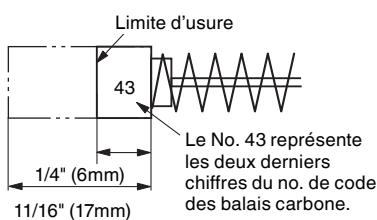
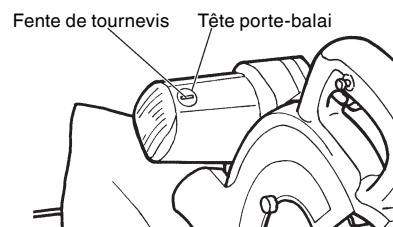

Fig. 54
Fig. 55
- (1) Desserrer l'écrou de 8mm et serrer les deux vis de 8mm hexagonales de réglage jusqu'à ce que l'outil électrique fonctionne régulièrement et sans à-coup.
- (2) Serrer l'écrou de 8mm à fond après avoir terminer ces réglages.
3. Inspecter les balais carbone (Fig. 54 et Fig. 55)
En conséquence, inspecter périodiquement les balais en carbone et les remplacer lorsqu'ils ont atteint la limite d'usure comme indiqué à la Fig. 54.
Par ailleurs, maintenir les balais carbone propres de façon qu'ils glissent régulièrement dans les porte-balai. Les balais carbone sont faciles à retirer ; pour cela, retirer les têtes porte-balai (voir Fig. 55) avec un tournevis à tête plate (signe moins).
REMARQUE: Lors du remplacement des balais carbone, utiliser uniquement des balais carbone metabo HPT dont le n° «43» représente les deux derniers chiffres du n° de code (voir Fig. 54). Si vous utilisez d'autres balais carbone, le frein électrique ne fonctionnera pas.